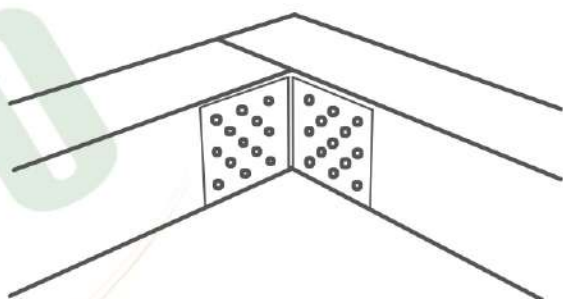
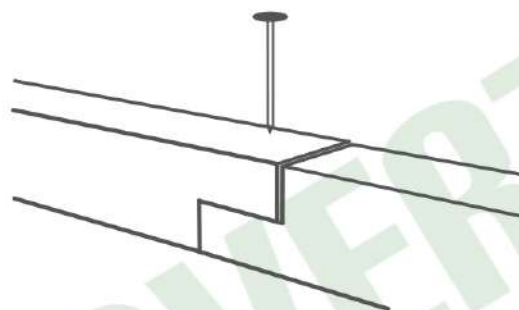

Рис. 19
Рис. 20
2. Установка теплицы на брус или фундамент. Деревянный брус в углах можно соединить через крепежный уголок (рис. 19), а по длине «в полдерева» (рис. 20) или с помощью крепежной пластины.